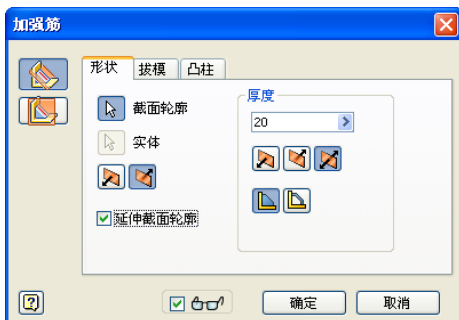

图 3-60 “加强筋”对话框
(2) 回到零件特征环境下，单击【三维模型】标签栏内【创建】面板上的【加强筋】工具按钮，则打开的【加强筋】对话框如图 3-60 所示。